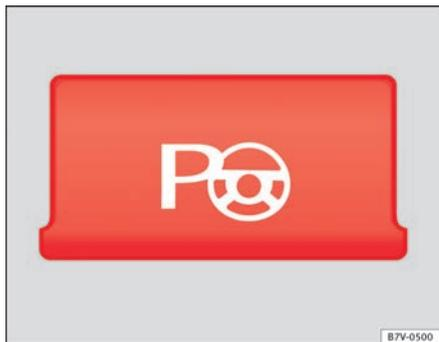

Abb. 152 Ansicht der Mittelkonsole: Taste zum manuellen Einschalten des Parklenkassistenten.
- **Bei Parklücken parallel zur Fahrbahn:** Taste bei einer Geschwindigkeit bis etwa 50 km/h **einmal** drücken. In der Taste leuchtet eine Kontrollleuchte, wenn die Funktion eingeschaltet ist ⇒ Abb. 152.
- **Bei Parklücken quer zur Fahrbahn:** Taste bei einer Geschwindigkeit bis etwa 50 km/h **zweimal** drücken. In der Taste leuchtet eine Kontrollleuchte, wenn die Funktion eingeschaltet ist ⇒ Abb. 152.
- Taste wird gedrückt. In der Taste leuchtet eine Kontrollleuchte, wenn die Funktion eingeschaltet ist ⇒ Seite 239, Abb. 152.